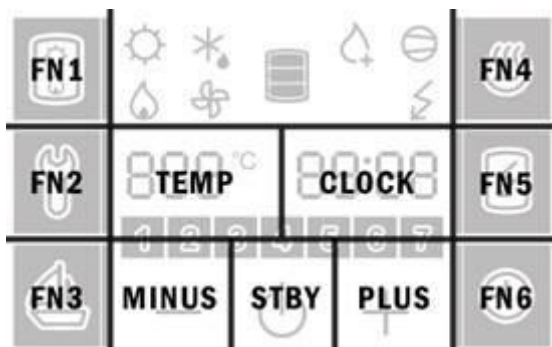

Figura 13: Visualización de las casillas en la pantalla
- Pulsando el número a la derecha (casilla CLOCK en figura 13), nos trasladamos al parámetro siguiente.